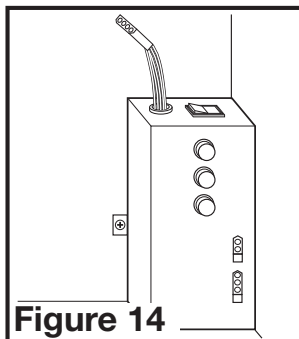

Figure 14
REMARQUE : Si la bride de montage est installée sur le boîtier du ventilateur, enlevez les deux vis qui relie la bride de montage du plafond au boîtier et mettez de côté (Figure 14).
- 3c. **MODÈLES DÉTECTION DE MOUVEMENT:** Branchez les cordons du moteur du ventilateur à 2 et 3 broches de connexion rapide dans les connecteurs situés sur le côté du couvercle du compartiment de fil. Branchez le cordon à 3 broches de connexion rapide à partir du capteur de mouvement sur le gril dans le connecteur sortant de la partie supérieure du compartiment de fil. Ces cordons ne peuvent être insérés que dans un seul sens dans les connecteurs (Figure 14).